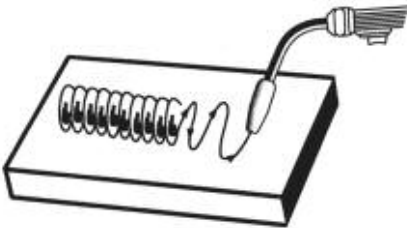

Figure 20. Cordon oscillé
2. Le **CORDON OSCILLÉ** (figure 20) est utilisé pour déposer du métal sur un espace plus grand que celui permis par un cordon longitudinal. Il est réalisé en oscillant d'un côté à l'autre pendant le déplacement du pistolet. Faites une petite pause de chaque côté avant d'osciller de l'autre côté.